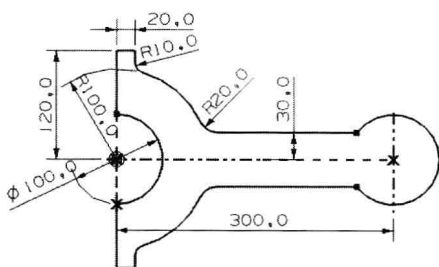

图1-20 添加尺寸约束
②03: 按照同样的方法添加其他的尺寸约束, 完成后的图形如图1-20所示。
在“拉伸”对话框中, “截面”选项组中的 选择曲线 ① 选项处于激活状态, 选择如图1-20所示的草图。此时, 系统要求选择拉伸方向。